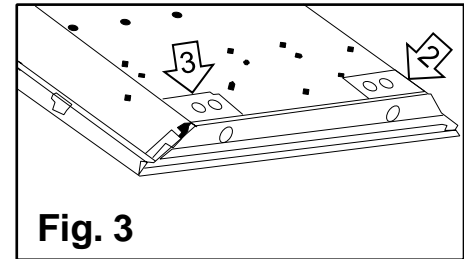

Fig. 3
6. Retire la **placa de acceso** (#2) localizado en la parte trasera del luminario. Ubique los **cables de alimentación blanco y negro con conector rápido** (**Fig. 3**).
7. Retire una **entrada** en la **placa de acceso** (#2) (**Fig. 3**).
9. Retire una **entrada** en la **placa de acceso** (#2) (**Fig. 3**). Ubique los **cables de regulación morado (+) y gris (-) del luminario** (**Fig. 3**).
10. Retire una **entrada** en la **placa de acceso** (#3) (**Fig. 3**).